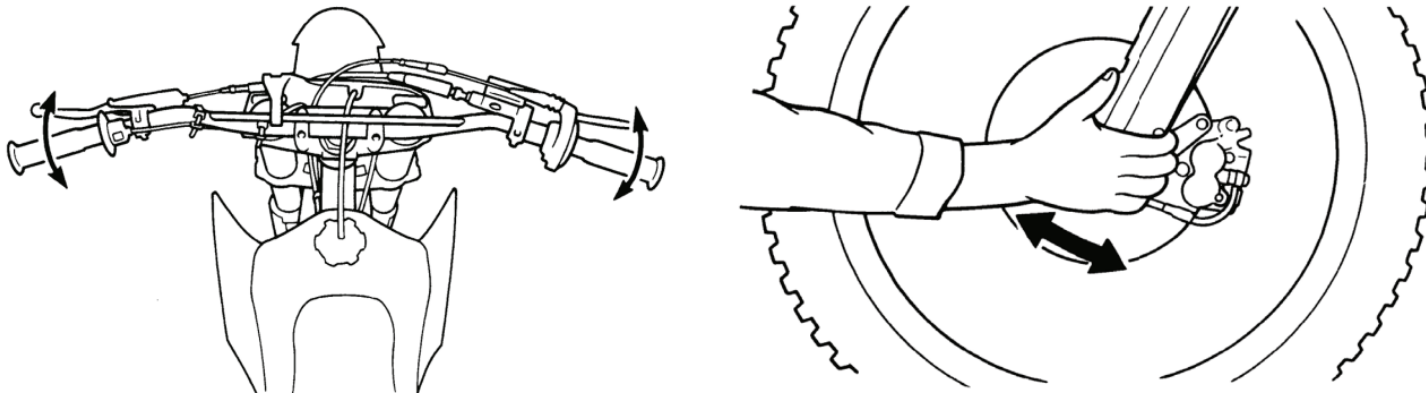

Рисунок 6. Проверка рулевой колонки.
1. Встаньте перед мотоциклом. Возьмитесь за вилку (в районе передней оси) и потяните вилку по направлению к двигателю и обратно (см. рис. 6) несколько раз. Если подшипники изношены, Вы почувствуете люфт или даже услышите щелчок / глухой удар.